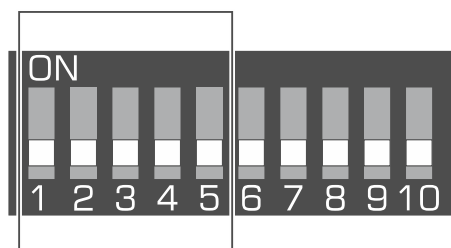

Abb. 3. Schalter zur Einstellung der Adresse des Funkbasismoduls im System INTEGRA.
**Schalter 1-5** (Abb. 3) dienen zur Einstellung der Adresse, wenn das Funkbasismodul an die Zentrale der Serie INTEGRA angeschlossen ist (in anderen Betriebsmodi hat die Position der Schalter 1-5 keine Bedeutung). Jedem Schalter ist ein Zahlenwert zugewiesen. In der